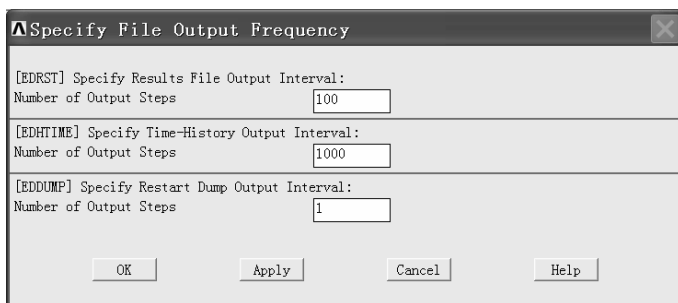

图 1-46 “Specify File Output Frequency”窗口
(4) 在“Specify Output File Types for LS-D...”窗口“File options”后面的方框中选择“Add”（单击该方框后的倒立三角形来选择），再在“Produce output for...”后面的方框中选择“LS-DYNA”（单击该方框后的倒立三角形来选择），然后单击该窗口中的“OK”按钮。
(5) 依次选择 Main Menu>Preprocessor>Solution>Output Controls>File Output Freq>Number of Steps，弹出“Specify File Output Frequency”窗口（见图 1-46）。